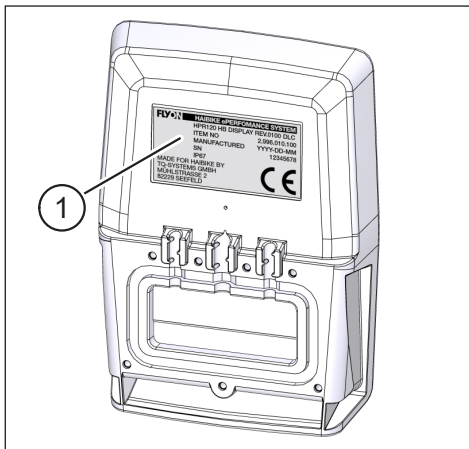

Fig. 4: Plaque signalétique sur Haibike HMI & System Control
La pos. 1 dans Fig. 4 indique la position de la plaque signalétique.